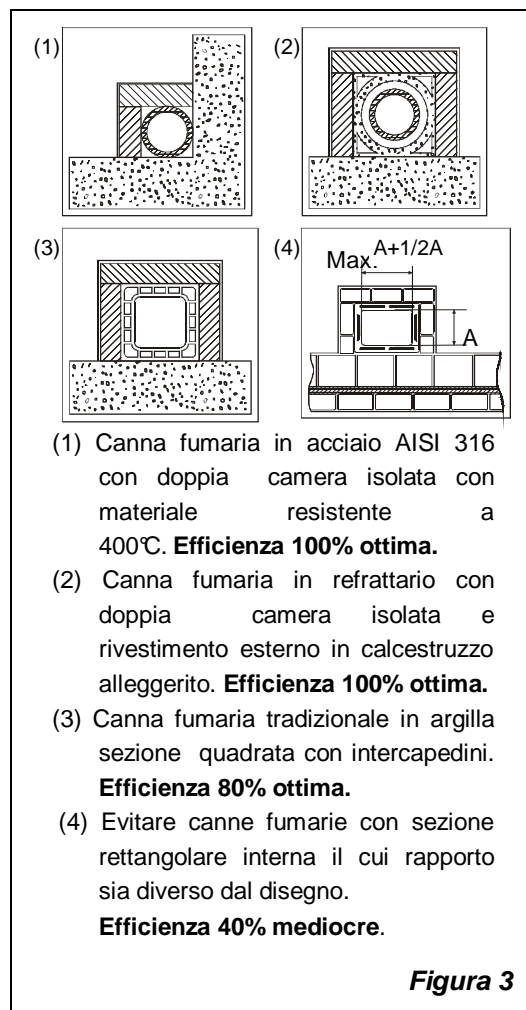

Figura 3
**Sono vietate** e pertanto pregiudicano il buon funzionamento dell'apparecchio: fibrocemento, acciaio zincato, superfici interne ruvide e porose. In Figura 3 sono riportati alcuni esempi di soluzione.